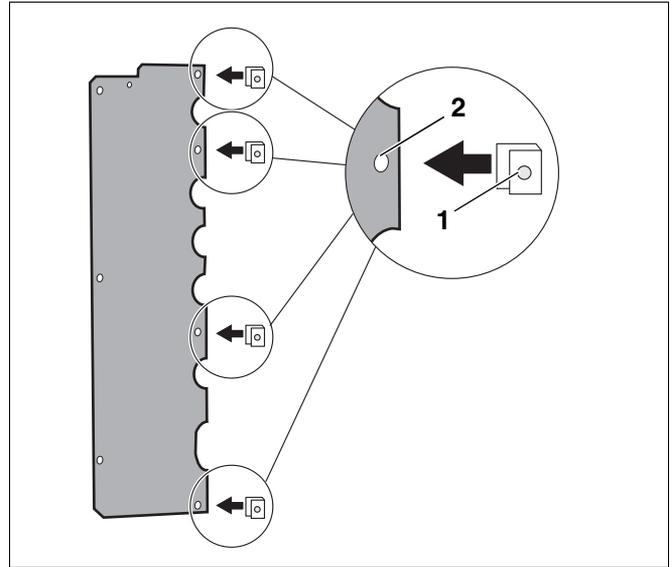
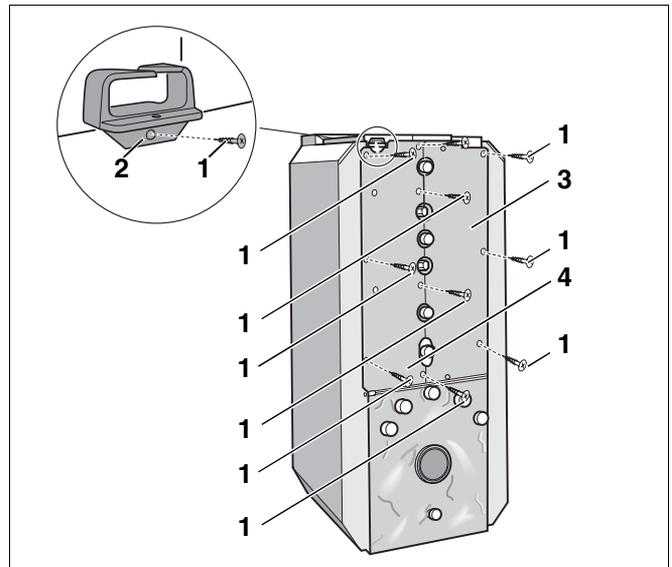

Abb. 19 Schnappmutter auf die Speicher-Rückwand aufschieben (hier: links)
Abb. 20 Linke und rechte Speicher-Rückwand montieren
- Vier Schnappmutter (Abb. 19, **Pos. 1**) auf die Bohrungen der linken Speicher-Rückwand (Abb. 19, **Pos. 2**) aufschieben.
- Linke und rechte Speicher-Rückwand (Abb. 20, **Pos. 3** und **4**) mit den Blechschrauben (Abb. 20, **Pos. 1**) an die Seitenwände schrauben.
- Rechte Speicher-Rückwand (Abb. 20, **Pos. 3**) mit den Blechschrauben (Abb. 20, **Pos. 1**) an den Schnappmutter (Abb. 19, **Pos. 1**) der linken Speicher-Rückwand (Abb. 20, **Pos. 4**) befestigen.
- Kabeldurchführung (Abb. 20, **Pos. 2**) mit einer Blechschraube (Abb. 20, **Pos. 1**) an der Speicher-Rückwand anschrauben.